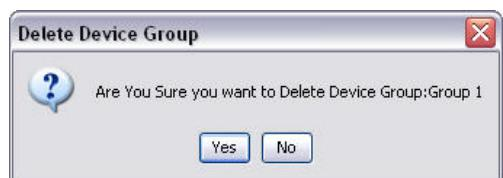

Рис. 131
- Повторно выберите мышью папку группы из части окна «Matrix System». Нажмите кнопку «Delete Group» [Удалить группу]. Появится окно «Delete Device Group» [Удалить группу оборудования] для подтверждения удаления группы оборудования: с именем «X» (на Рис. 131 ниже, папка называется «Group 1»). Нажмите кнопку «Yes» [Да], чтобы удалить папку группы, или «No» [Нет], чтобы не удалять ее.